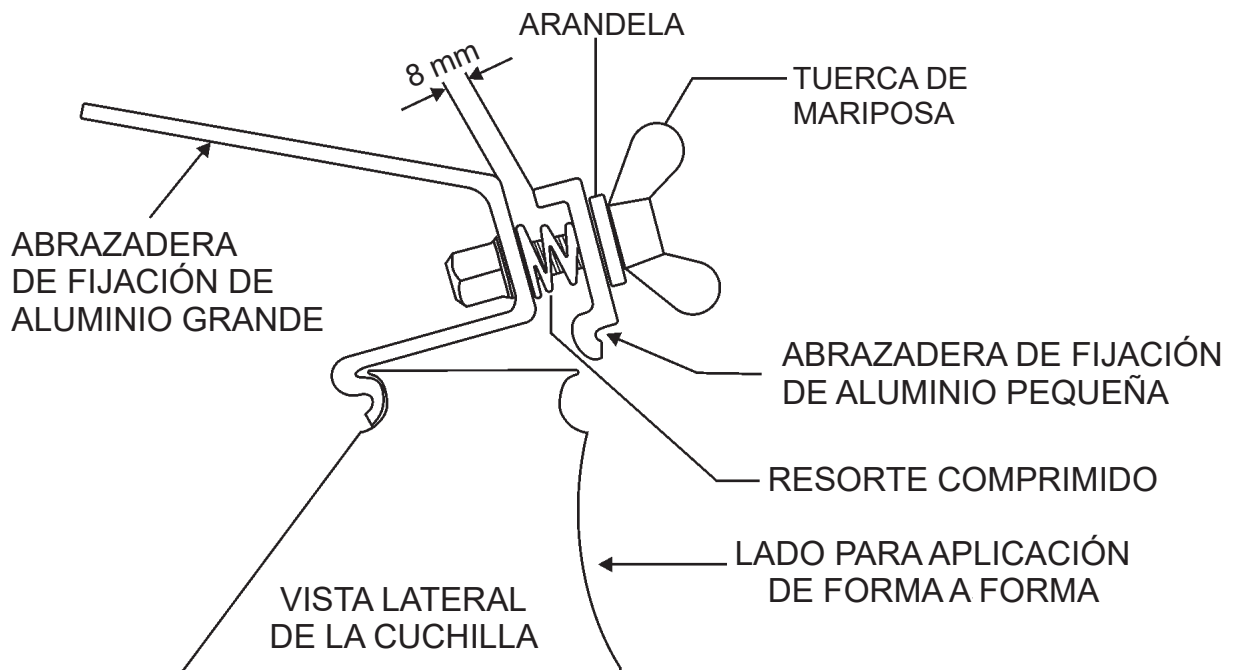

Figura 4. Sistema de desconexión rápida de la cuchilla
2. El fleje (placa de retención) está en la base de la unidad de potencia. Este fleje retiene la cuchilla junto con tres tuercas de mariposa de resorte de desconexión rápida (Figura 4) que pueden ajustarse o soltarse manualmente.
3. Determine si utilizará la DuoScreed en encofrados o para aplicación húmeda. Esto definirá el montaje de la unidad de potencia. Si se utilizará para aplicación húmeda, las tuercas de mariposa deben ubicarse sobre el borde liso de la cuchilla. Si se utilizará en encofrados (Figura 4), las tuercas de mariposa deben ubicarse sobre el borde rizado de la cuchilla.
Antes de colocar la DuoScreed en hormigón, asegúrese de que la unidad esté configurada para **aplicación húmeda**. Para verificarlo, puede observar si los dedos de los pies del operador apuntan al lado liso de la cuchilla (Figura 4) desde la posición del operador (manubrio).